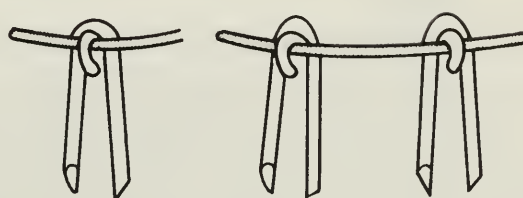

Fig. 40 Cramponnage autour des courbes et des coins.
6. Lors de la pose et de la mise en tension des fils de ligne autour des poteaux, le cramponnage peut être utilisé pour réduire le frottement. Accrocher simplement un crampon sur le dessus du crampon de retenue et entre le fil et le poteau de façon que le fil glisse sur le crampon plutôt que sur le poteau (fig. 40).